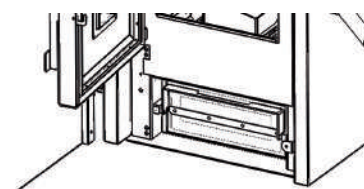

Fig. 7
- Riposizionare il tappo, i dadi ed il cassetto raccogli-cenere, facendo attenzione a chiuderlo correttamente sollevando la maniglia per riportarla alla posizione di partenza. (Fig. 7)